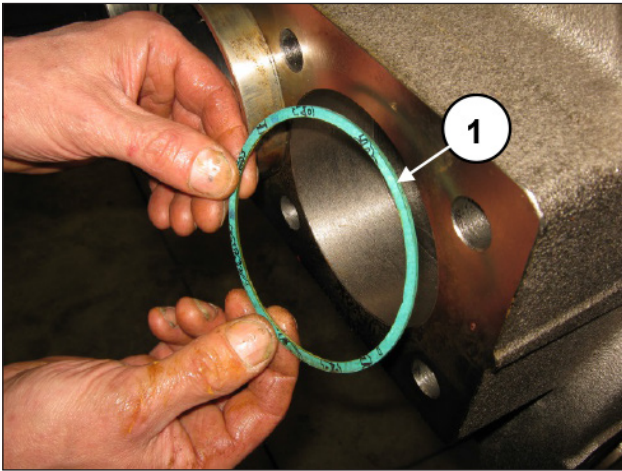
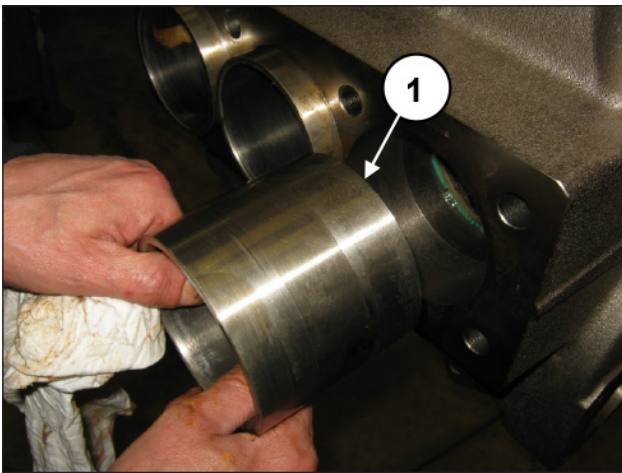

Abb. 135
Abb. 136
Setzen Sie in den Zylindersitz am Kopf die Dichtungen (Pos. ①, Abb. 135) und die Zylinder ein (Pos. ①, Abb. 136).